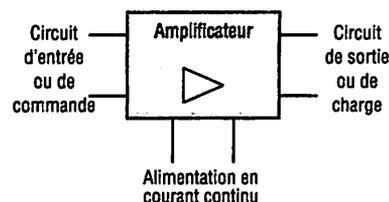

Fig. 2 : Constitution générale d'un amplificateur.
1.1. Constitution générale (fig. 2)